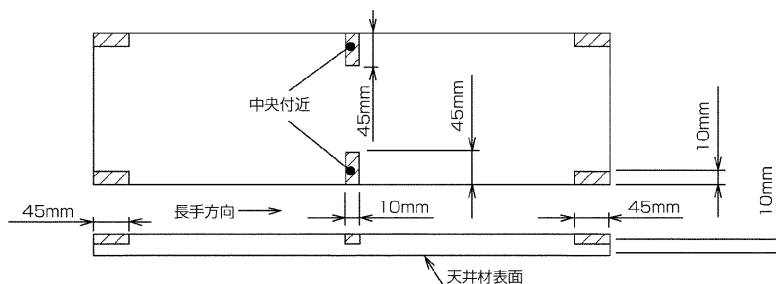

図17
- 建材の組込可能厚さは最小6mmから最大20mmまで使用できますが、厚さの薄い物については、軽量のため、10mm以下の物は4.5kg以上の天井材をご使用ください。また、厚さが10mmを超えるとサービスパネル枠固定ネジおよび補強固定ネジに天井材が当たりますので天井材を下図のようにㄷ部をドライバー等で、削ってください。(図17)